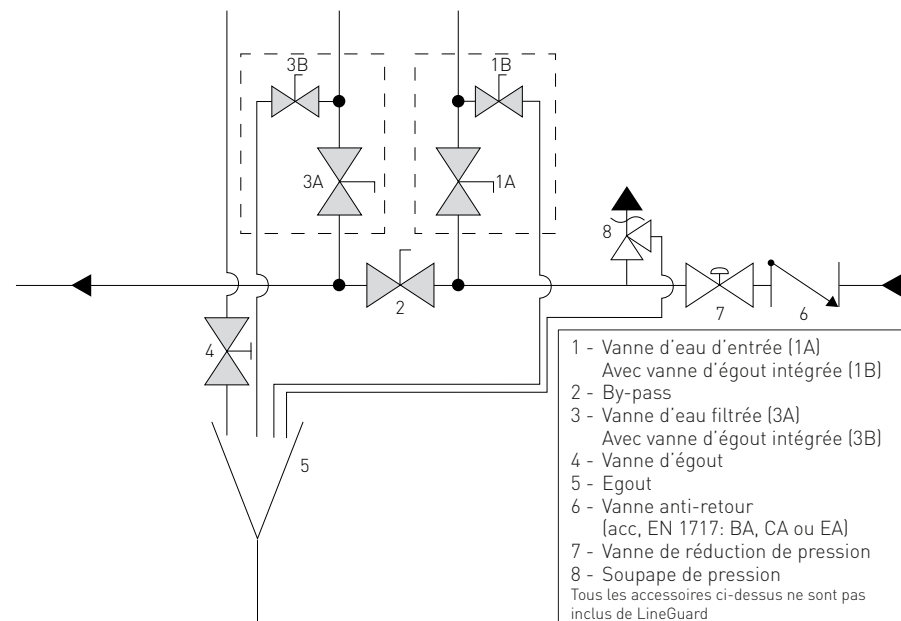

Figure 2: Schéma de tuyauterie partiel
Une vanne de fermeture doit être placée directement sur l'entrée d'eau et sur la ligne d'eau filtrée du lineguard (figure 2, position 1 and 3). Une vanne de fermeture avec une vanne de mise à l'égoût intégrée est recommandée pour faciliter l'installation
- Fermez les vannes (figure 2, position 1A/2A/3A).
- Si la capacité d'égout est trop basse, l'eau sortira de l'égout. Ajustez la vanne d'égout (4) Pour empêcher cela. Assurez vous de sceller la vanne par la suite.